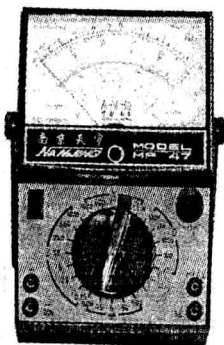
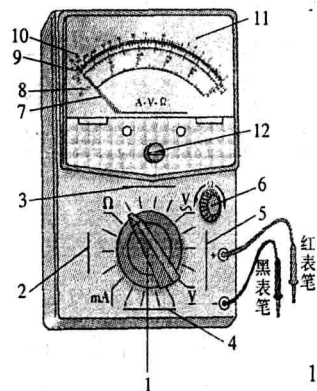

图 1-1 多用电表
图 1-2 多用电表外形结构示意图
我们在做电学实验、检查电路和维修电器时,要使用一种既可测量电流、电压,又可测量电阻的仪表,即多用电表(multimeter,图 1-1),简称多用表。
5. 请对照多用电表使用说明书,将图 1-2 所示的多用电表的表盘刻度和选择旋钮的不同作用,标注在下面横线上:
教材图1-1是电工常用多用电表的实物图,教材图1-2是实验室学生用J4011型多用电表的外形结构示意图。教学中应让学生对照实验室中的多用电表进行观察、分析、提问。教材中的4个问题是为学生观察做一个提示,教师可以放手让学生自己进行观察、分析。J4011型多用电表的上半部是表头,表盘上有电阻、电流、电压各种量程的刻度。它的下半部是选择旋钮,旋钮的四周标着各挡的测量内容和量程,它们是 Ω (电阻,欧) $\times 1k$, $\times 100$, $\times 10$, $\times 1$; $V_{\sim}$ (交流电压,伏)2.5、10、50、250、500; V_{-} (直流电压,伏)2.5、10、50、250、500; mA(电流,毫安)1、10、100。此外,还有电阻挡的调零旋钮和分别标着“+”、“-”的表笔插孔。